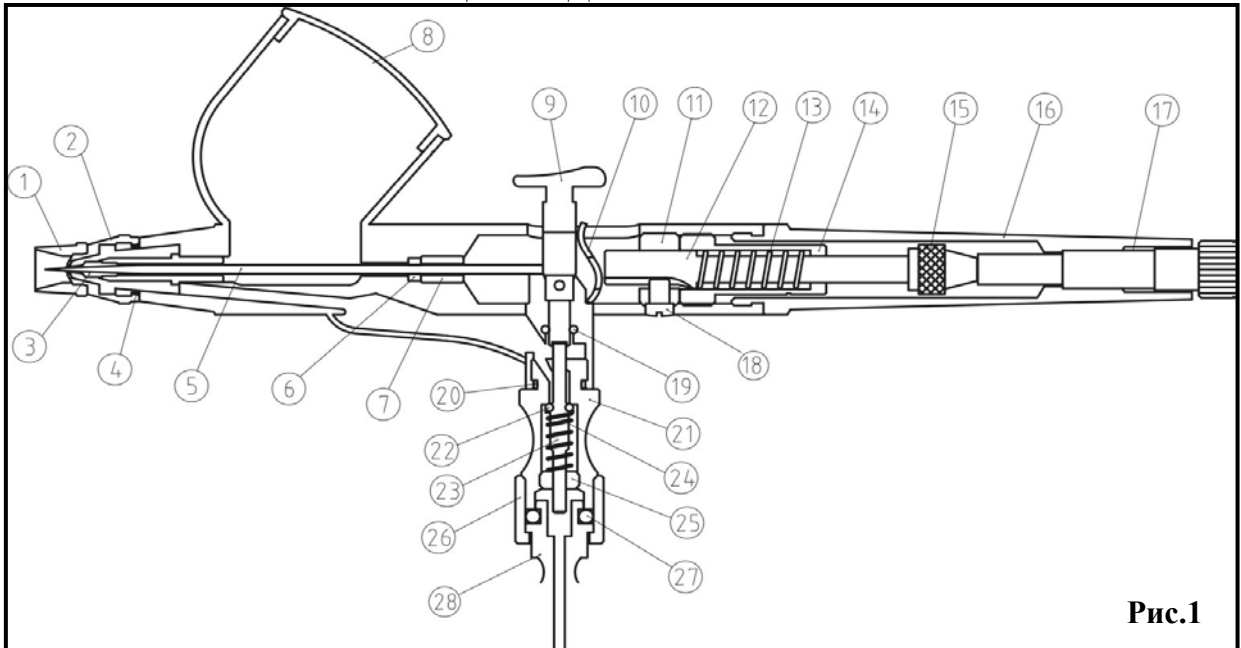

Рис.1
- Слейте остатки краски. Протрите внутренние поверхности и корпус аэрографа от краски. Снимите хвостовик **16**, ослабьте цанговый зажим иглы **15**, и слегка отодвиньте иглу **5** назад Рис.1.
- Протрите иглу **5** салфеткой (смоченной в растворителе) в направлении от хвостовика к острию, убирая все следы краски. Поставьте иглу на место, зажмите цанговый зажим иглы **15** и установите на место хвостовик **16** Рис.1.